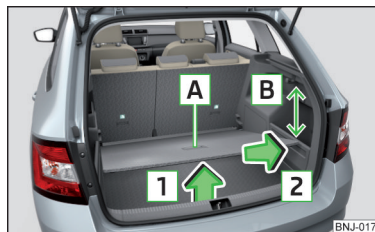

Fig. 119
- » Levantar el suelo de carga variable en el mango **A** en el sentido de la flecha **1** de forma que su parte trasera se encuentre unos 15 cm **B** por debajo del borde de la cubierta enrollable » fig. 119.
- » Agarrar el suelo de carga variable por el agarradero **A** » fig. 119.
Al extraer/introducir el suelo de carga variable se debe respetar la distancia de 15 cm [B] » fig. 119 por debajo del borde de la cubierta enrollable. De lo contrario existe peligro de dañar la junta de la tapa del maletero.